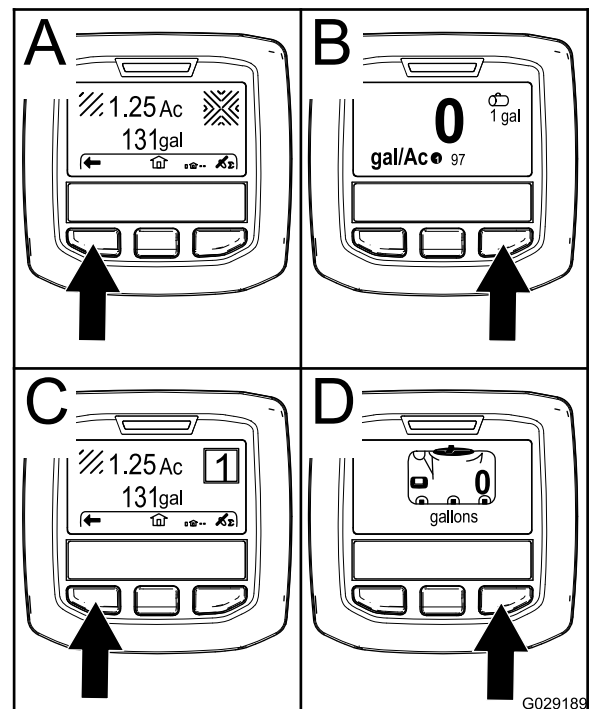

Bild 61
- Rechte Auswahltaste: **Gesprüher Gesamtbereich** (A in Bild 61)
- Rechte Auswahltaste: **Dosierung** (B in Bild 61)
- Linke Auswahltaste: **Gesprüher Unterbereich** (C in Bild 61)
- Linke Auswahltaste: **Behältervolumen** (D in Bild 61)